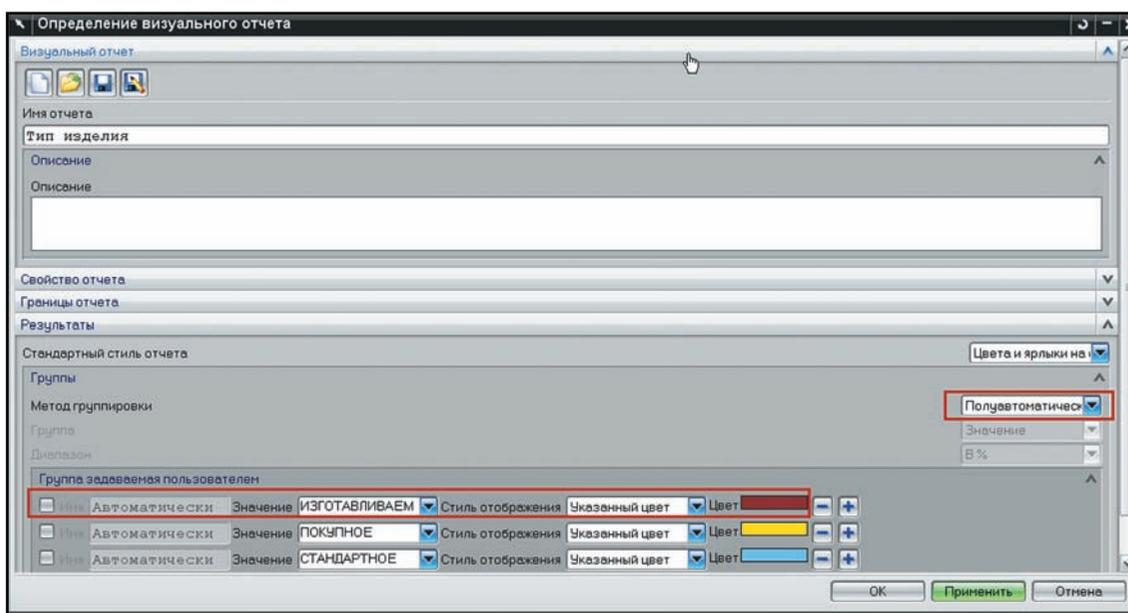

Рисунок 11.11. Полуавтоматическое формирование групп
- В разделе **Результаты** поменяйте метод группировки на полуавтоматический. Далее необходимо задать стиль отображения каждой группы. Так как отчет уже был применен к текущей сборке, то в разделе **Группа, задаваемая пользователем (User Defined Group)** уже будут добавлены три строки, соответствующие доступным группам. Если бы отчет не был применен, то эти группы надо было бы создать вручную с помощью кнопки **Добавить группу (Add Group)** (рис. 11.11).